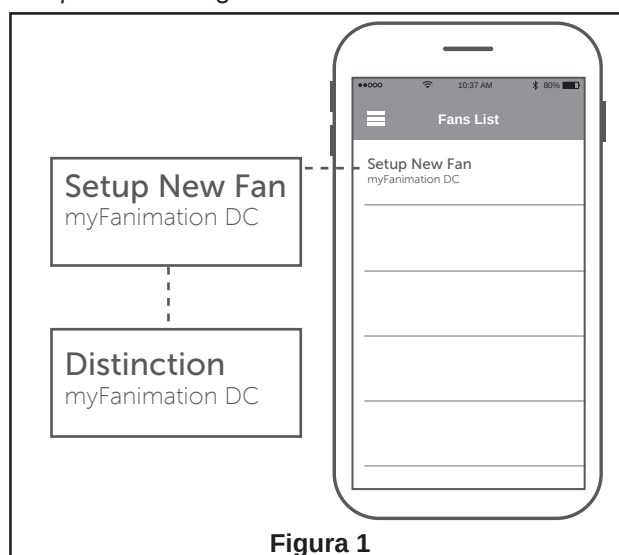

Figura 1
- ☐ **1. Instalación de la placa de la pared:** (Figura 1)
- ☐ 1. Abra la app fanSync y toque el nuevo ventilador para iniciar la instalación. (Figura 1)